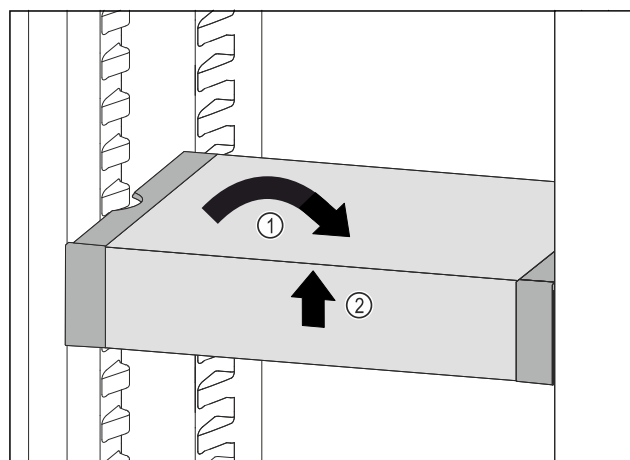

Fig. 140
- Remettre le VarioSafe droit. Fig. 140 (1)
- Soulever la partie avant du VarioSafe. Fig. 140 (2)